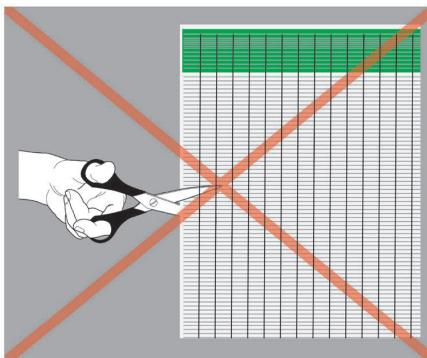

Рис. 4
5.4.9. Раскатайте рулон нагревательного полотна поверх теплоизоляционного материала и разрежьте на полосы нужного вам размера (см. рис. 4 и 5). Полосы должны располагаться контактами к стене, на которой позже будет установлен терморегулятор, чтобы уменьшить длину провода при соединении полостеплого пола с терморегулятором. Нагревательные полотна укладываются таким образом, чтобы контакты соседних полос не соприкасались.